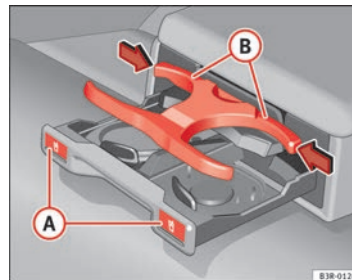

Abb. 119 Getränkhalter in der Armlehne hinten
- Drücken Sie auf das Symbol   ⇒ Abb. 119.